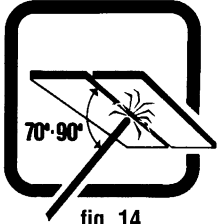

fig. 14
**Jonctions de tête en position superposée (Fig. 14)**